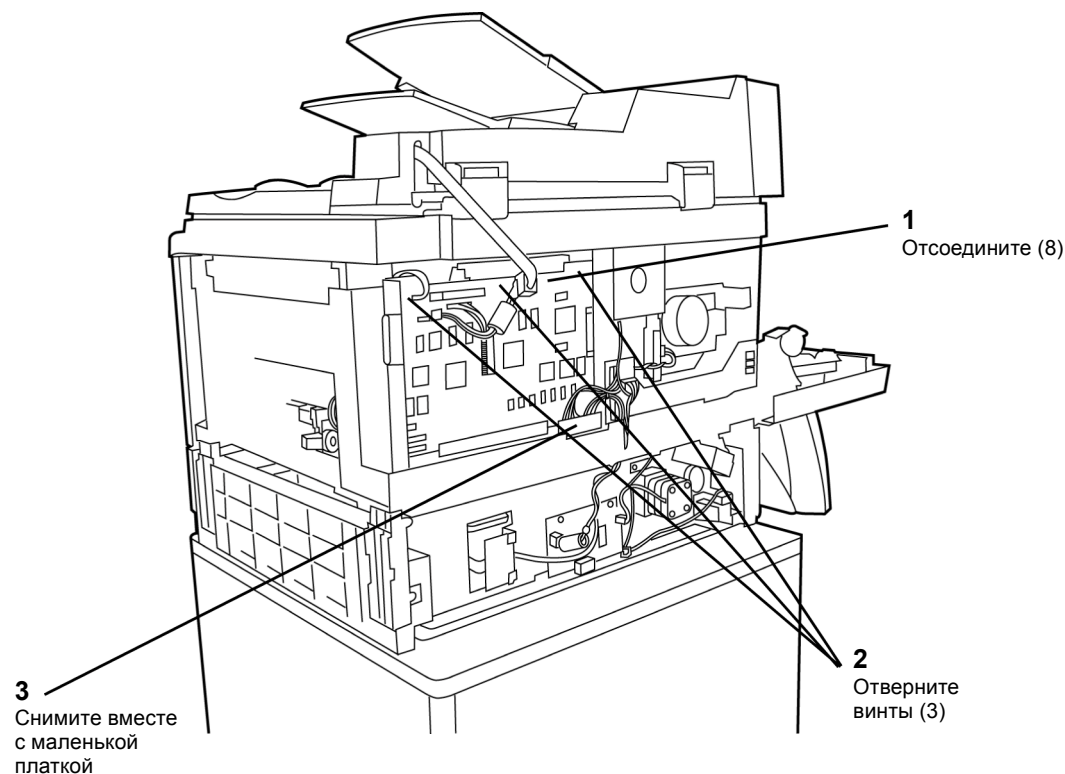

Рисунок 1 Снятие главной PWB
4. Снимите главную PWB (Рисунок 1).